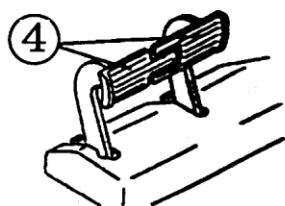

Рис. 2-7.
#### 2.2.1.4. Педаль тормоза (4) (Рис. 2-7)